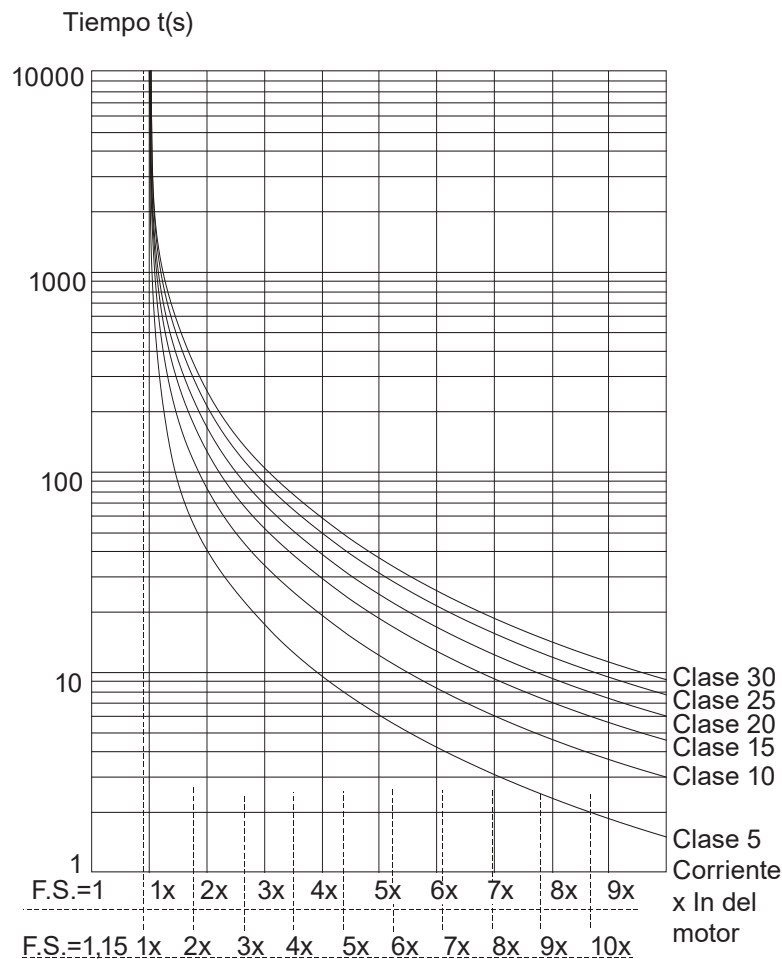
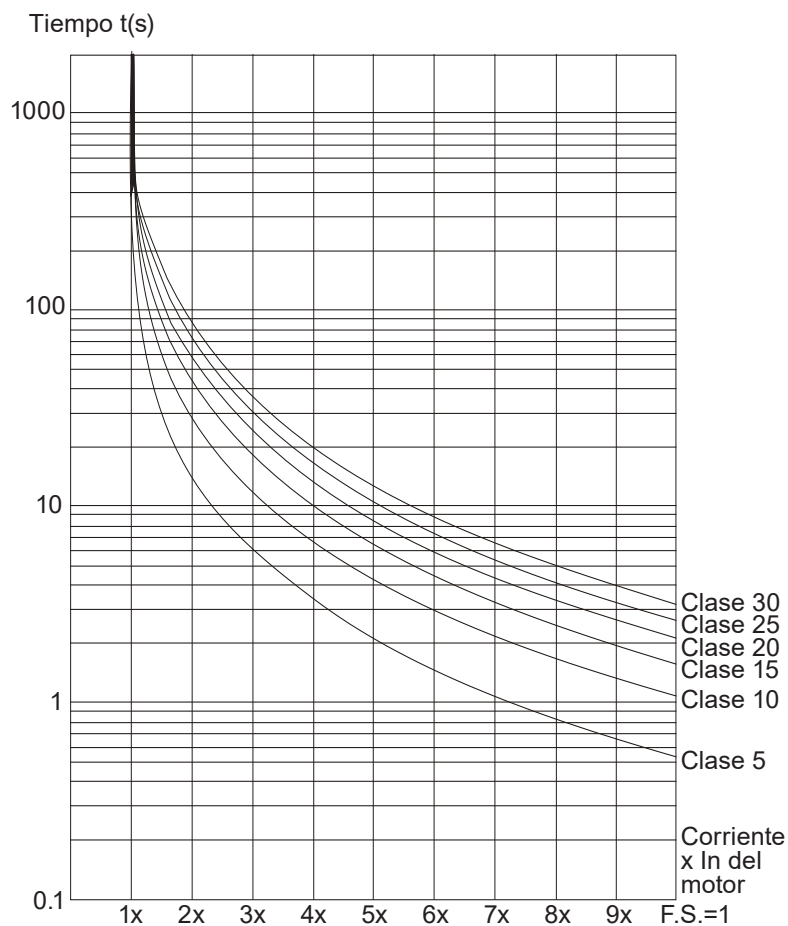

Figura 4.8 - Clases térmicas de protección del motor a frío
Figura 4.9 - Clases térmicas de protección del motor a caliente con 100 % In
- La protección de sobrecarga electrónica del motor haz la simulación del calentamiento y del enfriamiento del motor, llamada de imagen térmica. Esa simulación usa como dato de entrada el valor de corriente eficaz verdadera (True rms). Cuando el valor de la imagen térmica pasara del limite, el error de sobrecarga se dispara y desconecta el motor. El ajuste de la clase térmica es basado en la corriente de rotor bloqueado y en el tiempo de rotor bloqueado del motor. A partir de estos datos, es posible encontrar el punto en el gráfico para determinar cuales clases térmicas protegen el motor. Si el dato de tiempo de rotor bloqueado fuera a frío, utilice la figura 4.8; caso el tiempo de rotor bloqueado fuera a caliente, utilice la figura 4.9. Las clases térmicas abajo del punto encontrado protegen el motor.